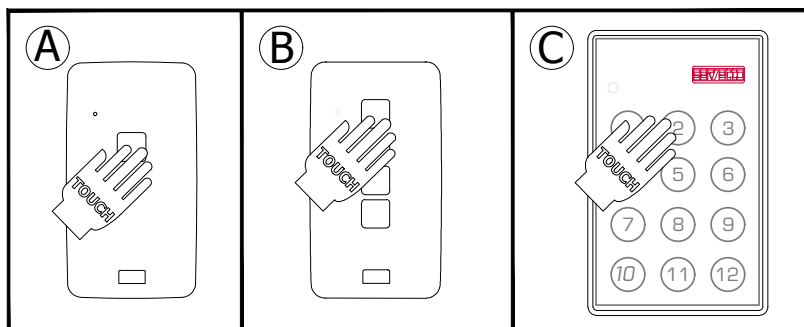

Fig. 23
- 2 - Premere il pulsante desiderato del telecomando (Fig. 23), si udirà un altro "BIP".
Telecomandi disponibili (vedi Fig. 23):